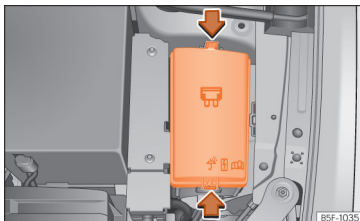

Abb. 200 Im Motorraum: Abdeckung des Sicherungskastens.
- Verriegelungstasten drücken, um die Abdeckung des Sicherungskastens »» » (Abb. 200) zu entriegeln.